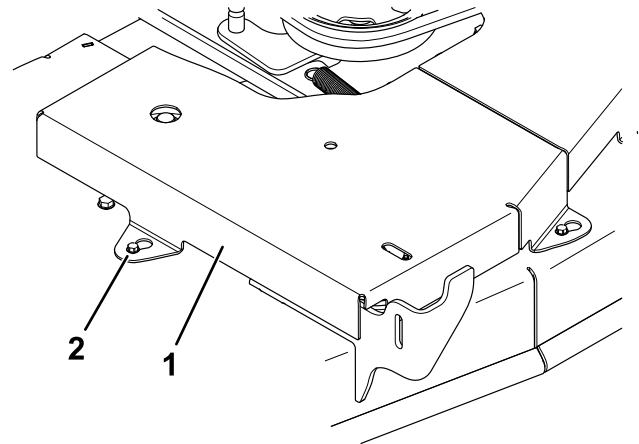
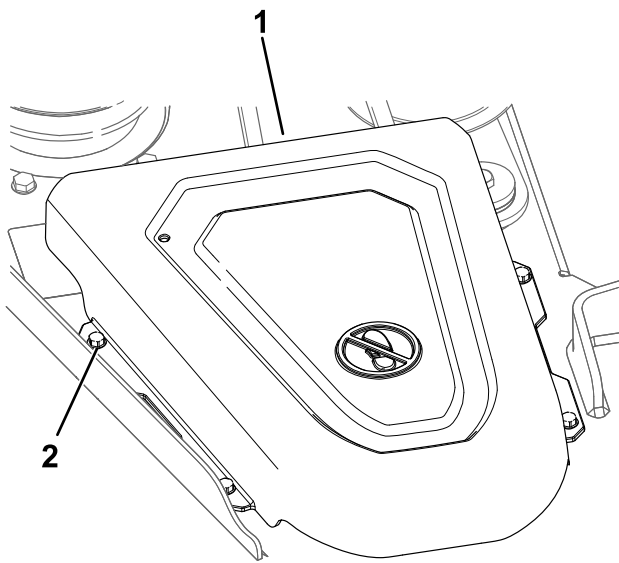

Figure 51
Figure 52
3. Sur les tabliers de de 91 cm (36 po), desserrez les 2 boulons sur les deux couvercles de poulie et déposez les couvercles (Figure 51).
2. Vis (2)
4. Sur les tabliers de 122 cm (48 po), 137 cm (54 po) et 152 cm (60 po), desserrez les 4 vis sur les deux couvercles de poulie, et déposez les couvercles (Figure 52).
9. Reposez les couvercles de poulie (Figure 51 ou Figure 52).